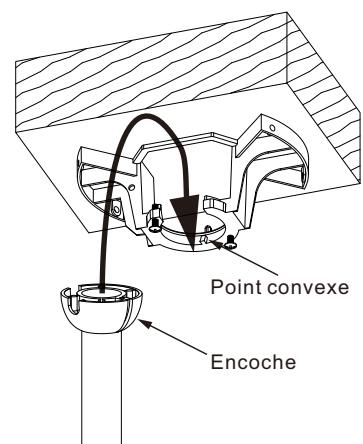

Figure 14
- Placer la boule de la tige dans l'embase du support de fixation (Voir fig. 14), puis faire pivoter l'ensemble ventilateur et tige jusqu'à l'alignement de la languette du support avec la rainure de la boule.